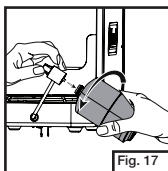

Fig. 17
- Quite el cilindro de propano del regulador y vuelva a poner la tapa protectora en el cilindro. (Fig. 17)